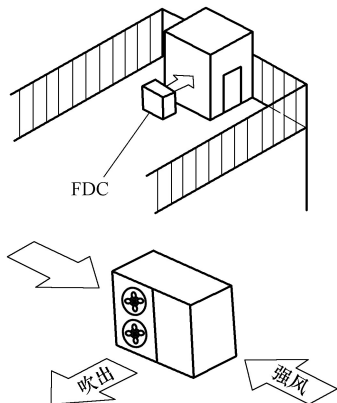
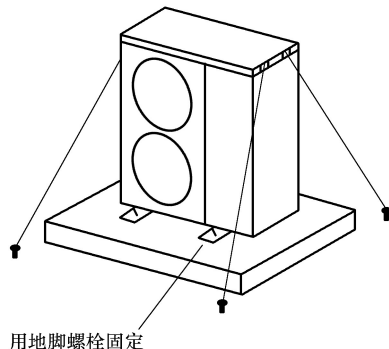

图 3-30 易受到强风吹刮的设置方式
图 3-31 防止翻倒的设置方式
6) 易受到强风吹刮时的设置方式如图 3-30 所示。
① 出风口距离墙面 500mm 以上，出风口与自然风向成直角。
② 防止翻倒的设置方式如图 3-31 所示。应在室外机侧面的工艺孔处穿入钢丝（请使用不易生锈、强度高的钢丝）进行固定，室外机顶板的固定件位置处预先加工了用于安装的螺栓。